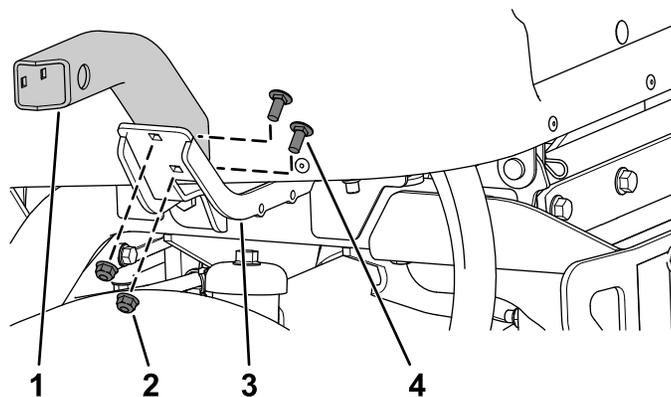

Figure 18
4. Fixez le support court gauche au support de montage gauche à l'aide de 2 boulons de carrosserie ( $\frac{5}{16}$ " x  $\frac{3}{4}$ ") et 2 écrous à embase ( $\frac{5}{16}$ " ), comme montré à la Figure 18.